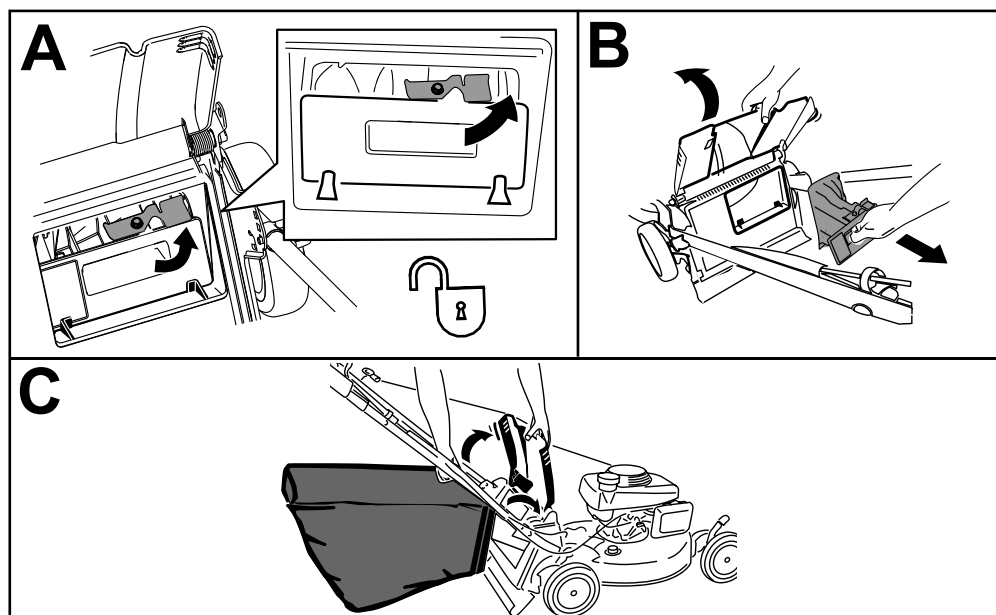

Figure 17
Remarque: Pour déverrouiller l'obturateur arrière, tournez le levier vers la droite (Figure 17).
1. Soulevez le déflecteur arrière et maintenez-le dans cette position, puis déverrouillez l'obturateur arrière (encadré A de la Figure 17).
2. Retirez l'obturateur arrière (encadré B de la Figure 17).
3. Accrochez le bord supérieur avant du bac aux ergots sur les crans des supports de poignée (encadré C de la Figure 17).